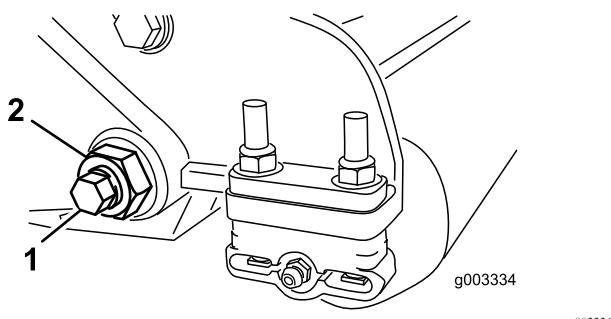

图30
3. 在机器的另一侧松开固定底刀架螺栓图30的锁紧螺母。
4. 拆下两个底刀架螺栓向下拉动底刀架并从机器螺栓图30上拆下来。